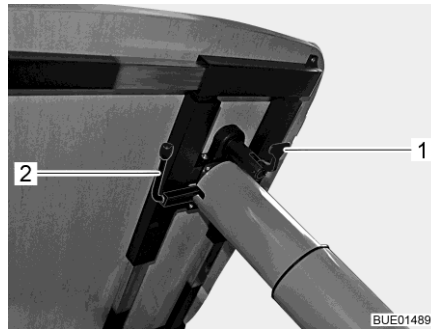

Fig. 130 Ajuste de la mesa elevadora
- Plegar hacia abajo la palanca de bloqueo (Fig. 130,1).
- Girar la palanca (Fig. 130,2) debajo del tablero de la mesa 180° en sentido de las agujas del reloj. El mecanismo de elevación en la pata de mesa se desbloquea.
- Girar la palanca (Fig. 130,2) debajo del tablero de la mesa 180° en sentido de las agujas del reloj. El tablero de la mesa se desplaza automáticamente hacia arriba hasta el tope final.